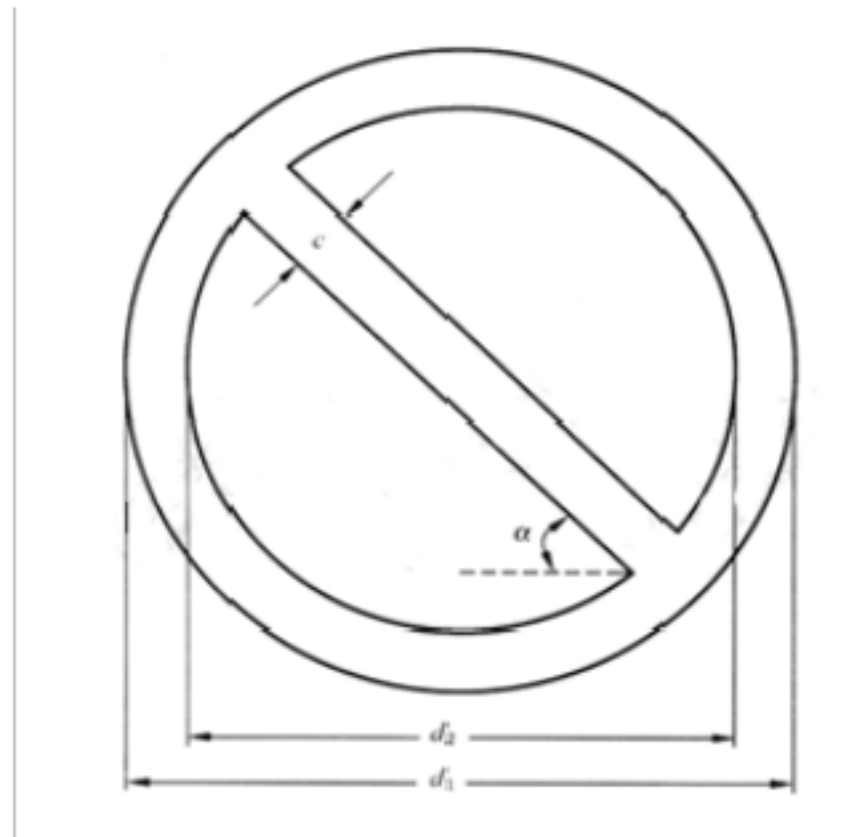

图 1 禁止标志的基本型式
4.1.1 禁止标志的基本形式是带斜杠的圆边框，如图 1 所示。